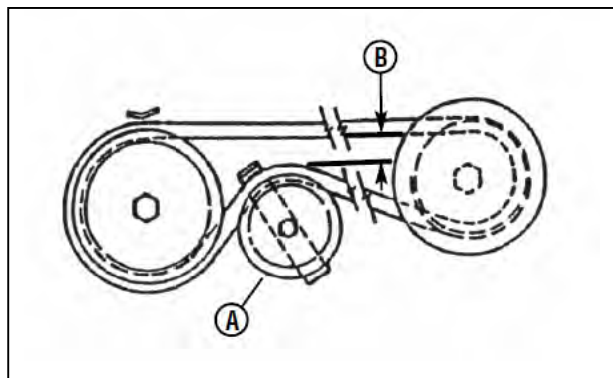

図 8-5 ベルト隙間の計測
3. 刈高さを「3」の位置とします。アイドラブリー(図 8-5 の A)とベルトの間隙(B)を測ります。この隙間は 26~32mm が適切です。